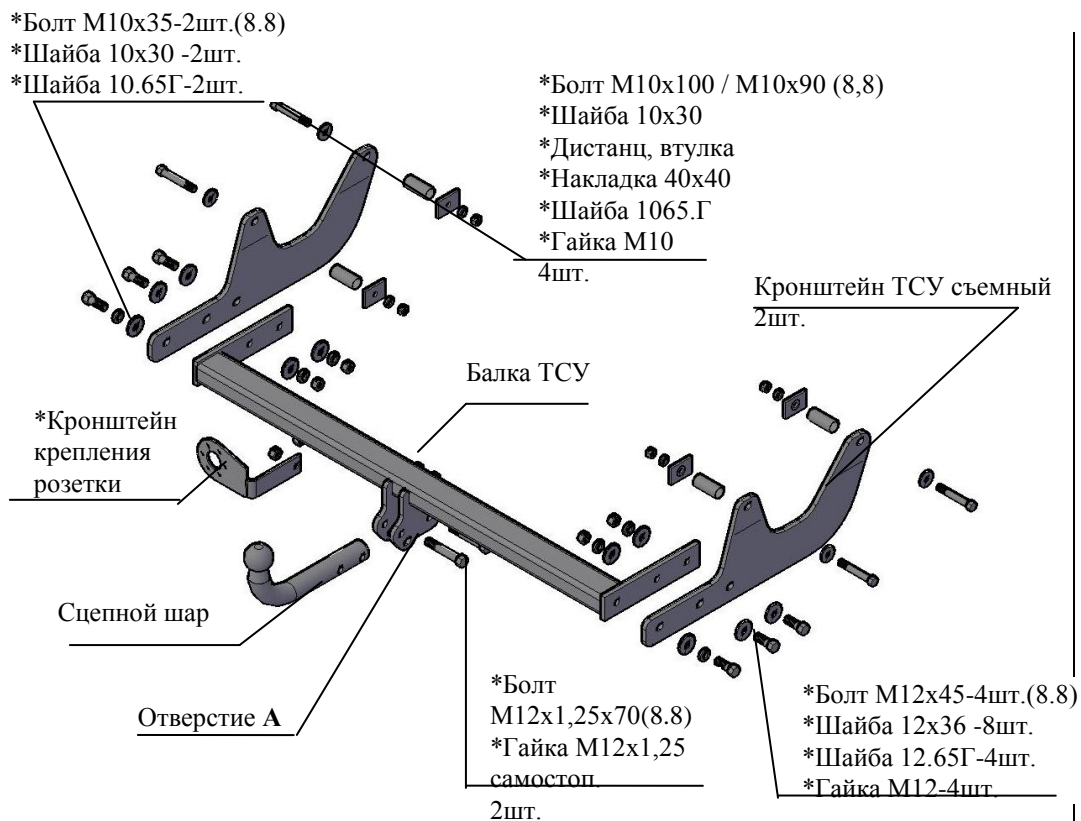

Рис.1 Тягово-цепное устройство 2011.
2.1 ТСУ 2010.C в сборе (рис.1)	1 шт.
2.2 Пакет с комплектующими (см. рис.1) Защитный колпак	1 шт. 1 шт.
4.2 Закрепить съемные кронштейны ТСУ к наружным полкам лонжеронов а/м болтами М10х100 (для Лада Ларгус Кросс – болтами М10х90), соблюдая положение болтов в соответствии с рис.1, внутрь лонжеронов установить дистанционные втулки, шайбы 10х30 установить под головки болтов, под гайки подложить накладки 40х40 и шайбы 10.65Г. Крепеж не затягивать.